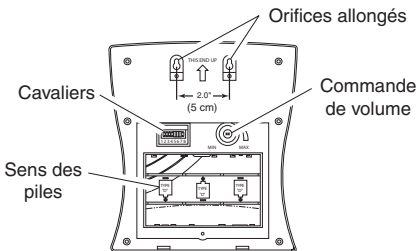

Figure 4
4. Installez 3 piles « D » (non fournies). Assurez-vous que les piles sont bien orientées, tel qu'indiqué au fond du compartiment (consultez la Figure 4).
- Pour l'installation au moyen des vis et des ancrages, percez deux trous (50,8 mm) situés à deux pouces de distance (consultez la Figure 4) à l'endroit désiré. Servez-vous des vis et des ancrages fournis au besoin. Laissez un espace d'environ 1/8 po (3,2 mm) entre le mur et la tête de la vis de montage.